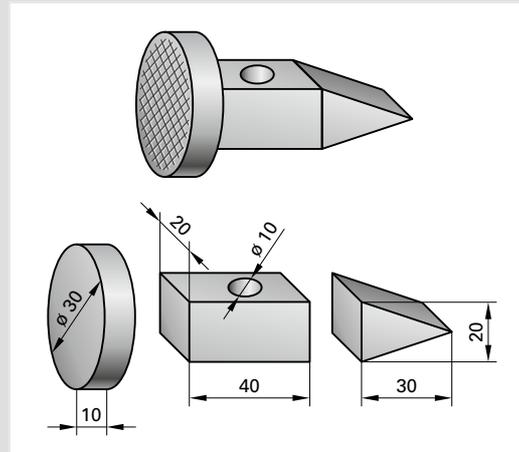

Bild 4: Hammerkopf
- Ermitteln Sie anhand von **Bild 4** das Volumen des Werkstücks (Berücksichtigen Sie die Bohrung zunächst nicht).